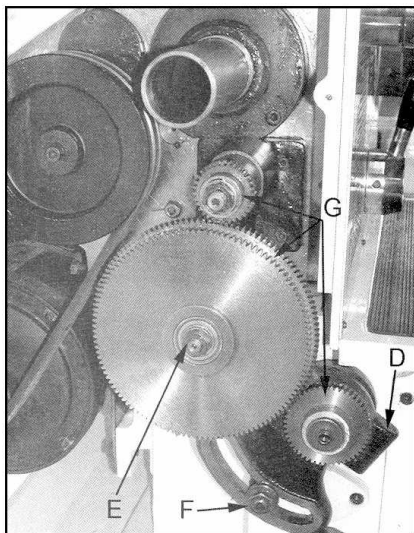

Fig 18
-Desserrer la vis (D, Fig 18), et l'écrou (F) pour faire pivoter la lyre.